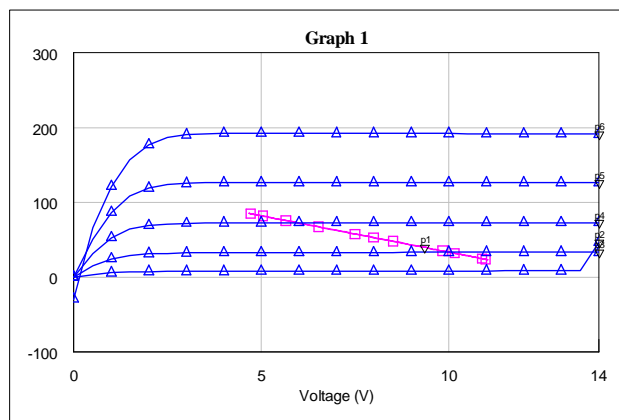

Рис.2
3.3.2 Рассчитать и вывести на график динамическую нагрузочную характеристику схемы с одночастотным воздействием. Рис.2